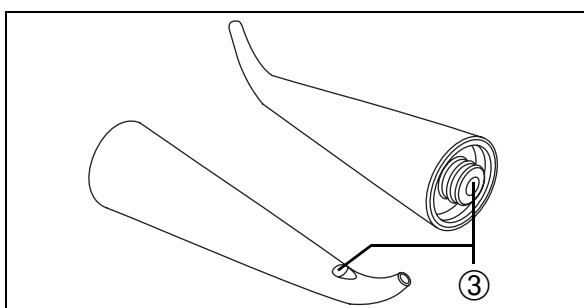

Abb. 29
- Blasen Sie Schmutzpartikel etc. mit Luft weg, um die Lichtleiterflächen ③ nicht zu verkratzen (Abb. 29).
- Wischen Sie die Lichtleiterflächen ③ mit einem Wattestäbchen oder weichem Lappen und Alkohol ab.